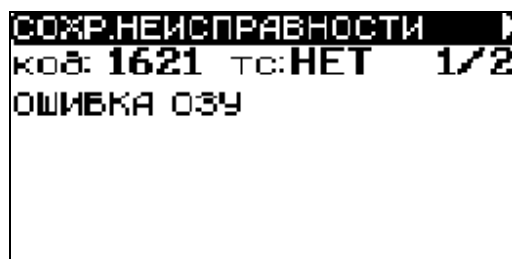

Рис. 24 Окно СОХРАНЕННЫЕ НЕИСПРАВНОСТИ
4.4.4.2 Неисправности, проявляющиеся определенное время или определенное количество раз за заданный период времени имеют статус "СОХРАНЕННЫЕ НЕИСПРАВНОСТИ". Окно СОХРАНЕННЫЕ НЕИСПРАВНОСТИ похоже на окно ТЕКУЩИЕ НЕИСПРАВНОСТИ и приведено на рис. 24